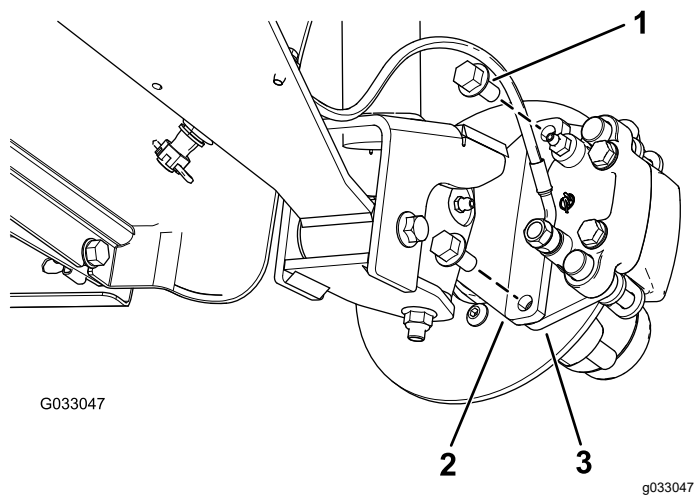

図 32
3. ブレーキアセンブリ用のブラケットをスピンドルに固定しているフランジヘッドボルト $\frac{3}{8}$ " x $\frac{3}{4}$ "を外してスピンドルからブレーキを取り外す 図 32。